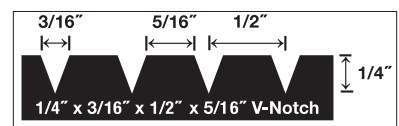

Figura 2
- Palustre con muesca en V de 1/4" x 1/2" x 3/16" (6 mm x 13 mm x 8 mm) (Figura 2)
• Decida la dirección de la instalación del piso en la habitación. Las tablas instaladas paralelas a las ventanas realizan más el piso. Los pisos deben instalarse perpendiculares a las vigas de piso. Añada rigidez a los contrapisos según sea necesario para evitar el movimiento vertical (Figura 2).